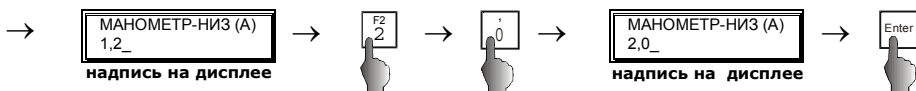

Рис. 17
- выбрать параметр «10» и нажать «Enter» → на дисплее появится сообщение Рис. 17;